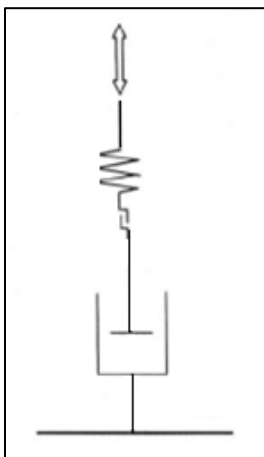

Bild 3: Rheologisches Modell nach Mustermann
- c) Ingenieur Mustermann wollte die viskosen Anteile des Asphalts durch die Kombination von drei rheologischen Modellen simulieren (vgl. Bild 3). Welchen Fehler hat Mustermann gemacht? Skizzieren Sie den korrekten Aufbau der drei Modelle zur Darstellung der viskosen Anteile.